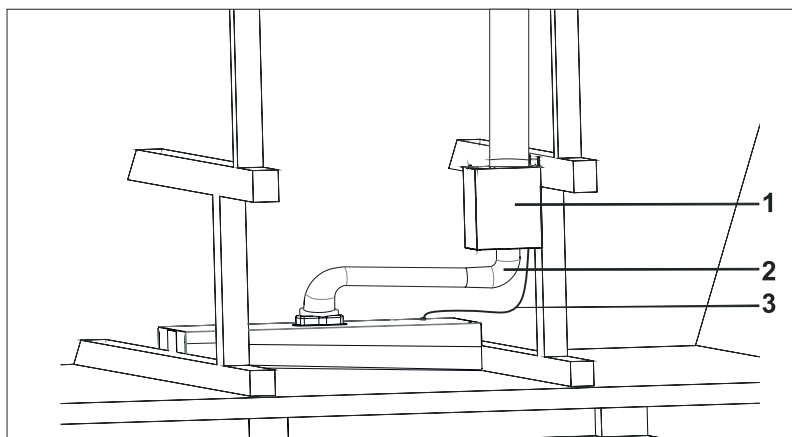

Fig. 12
8. ➡ Anslut utsugskanalen till fläkten och till den externa motorn. Koppla också utsugskanalen från den yttre motorn och ut till det fria (t ex takfläkten). Kontrollera att utsugskanalen är tät. Använd spännremmar så att utsugskanalen ej hoppar av vid användning (Fig. 12).